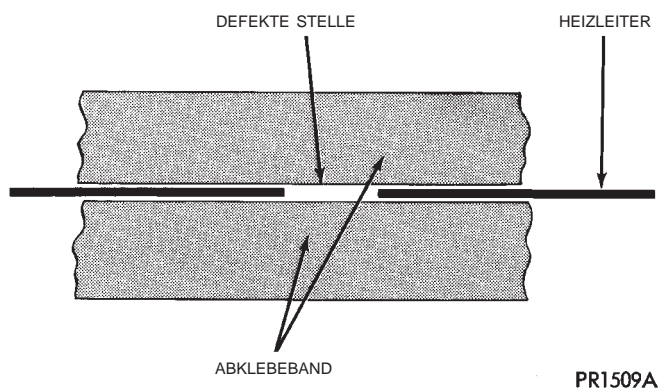

Abb. 4 Heizleiter instandsetzen—Typisch
(1) Den instandzusetzenden Bereich abkleben, so daß der Kleber leicht aufgetragen werden kann. Den Kleber zu beiden Seiten der Unterbrechung auftragen (Abb. 4).